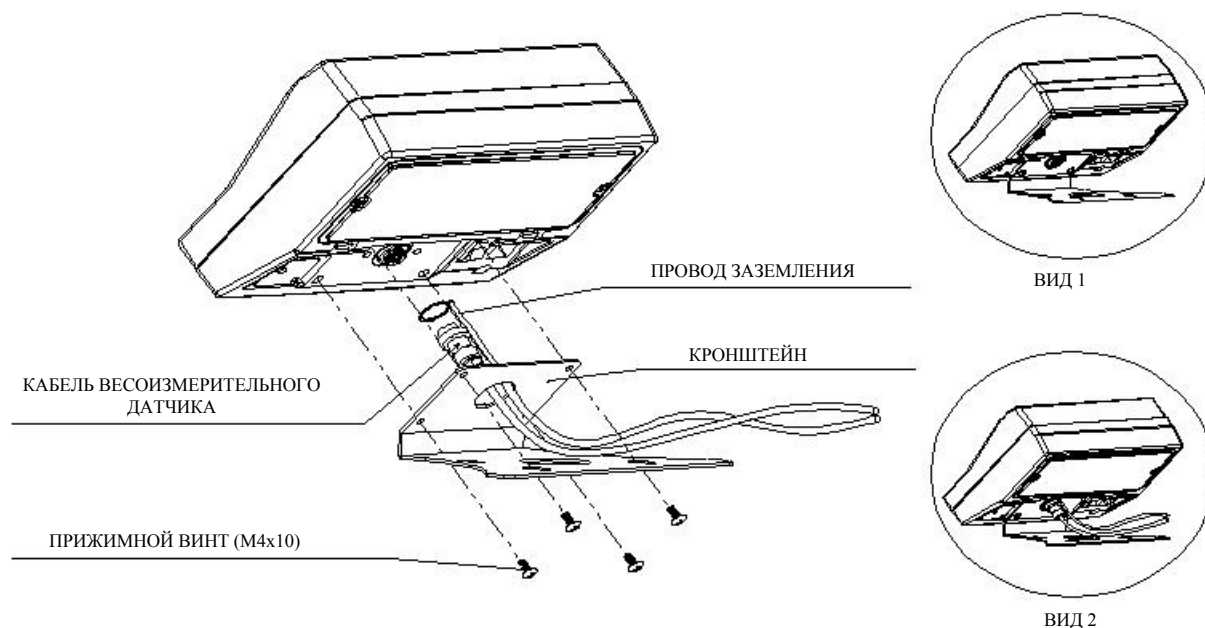

Рисунок 5.2 – Схема сборки весов без стойки.
- ☐ Закрепите кронштейн на задней стороне индикатора при помощи винтов (см. вид 1, рисунок 5.2).
- ☐ Подсоедините концы заземляющего провода и кабеля платформы к контактам на задней стороне индикатора (см. вид 2, рисунок 5.2).